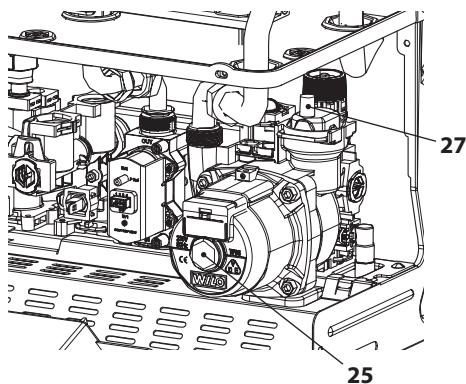

Figura 6.3
- Afloje el tapón de la válvula de purga automática 27 en la Figura 6.3.
- Quite el tapón 25 en la Figura 6.3 y desbloquee la bomba girando el rodete con un destornillador.